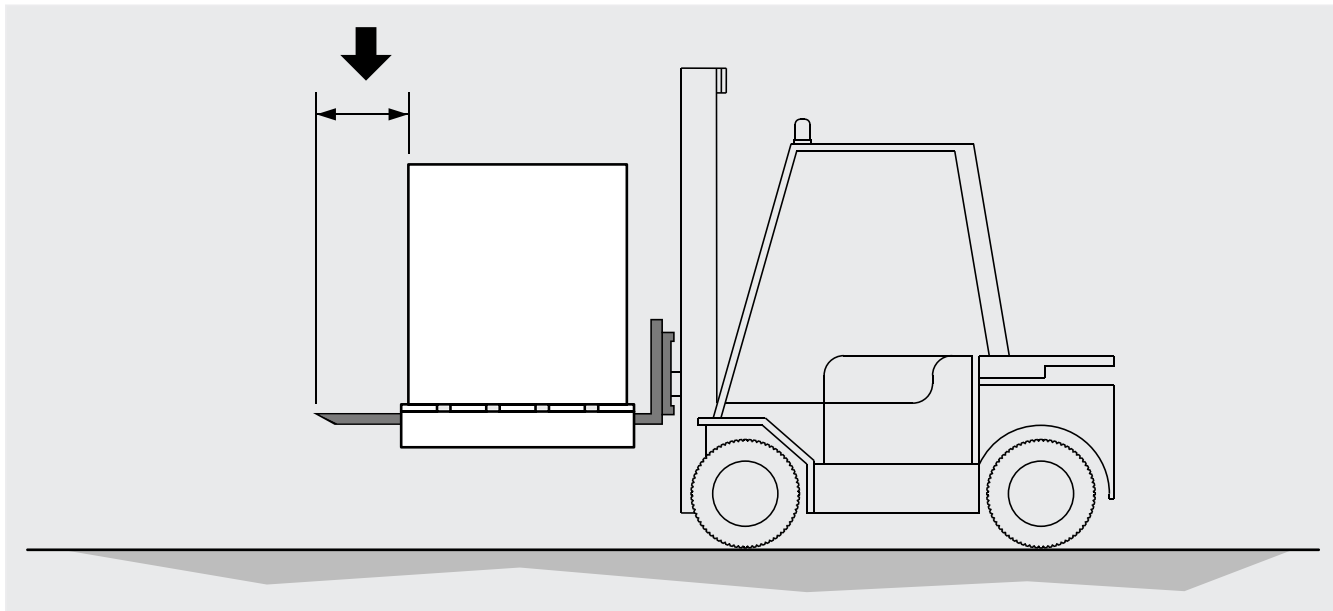

Figura 2
- 5.2 El modelo embalado debe ser desplazado por persona cualificado mediante una carretilla elevadora de capacidad adecuada, o con la grúa y/o carro puente (véase Cap. 7). Los estribos de levantamiento deben tener un largo superior a la profundidad del embalaje y/o del modelo. Evitar cualquier movimiento brusco y no detenerse en cercanías del área de maniobra. Fijar siempre los modelos a los órganos de levantamiento antes de proceder con las operaciones de movilización. Un impacto importante o un golpe fuerte pueden dar vueltas el modelo. Véase la Figura 2.